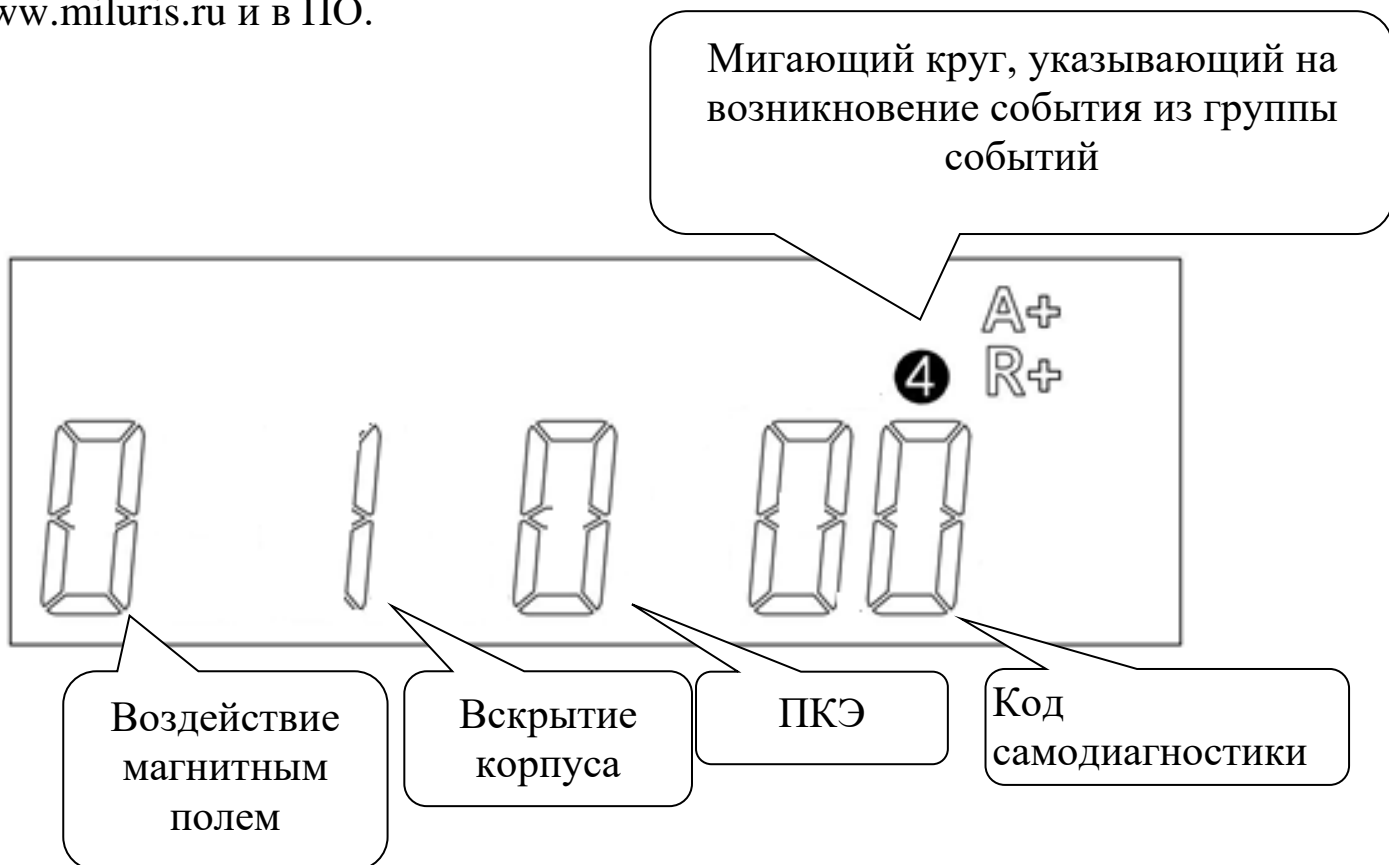

Рисунок 18 - Коды возникновения событий
* Просмотр события осуществляется в одном из циклов ручного режима в виде кода группы событий. При этом символ «0» означает, что событие не произошло, «1» – событие произошло, 00 – самодиагностика прошла успешно (рисунок 18). Произошедшие события записываются в соответствующие журналы событий и могут быть считаны по интерфейсу с помощью ПО. Расшифровка кодов самодиагностики на ЖКИ доступна на сайте www.miluris.ru и в ПО.